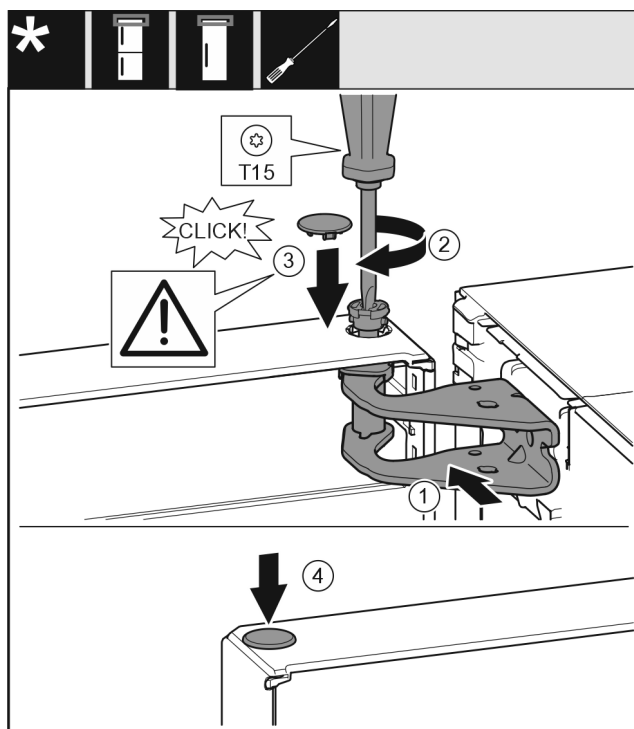

Fig. 26
- ▶ Orienter la porte en haut pour l'ouverture dans le support de palier. Fig. 26 (1)
- ▶ Insérer l'axe Fig. 26 (2) et le serrer avec un tournevis.
- ▶ Monter le cache de fixation Fig. 26 (3) pour sécuriser la porte : mettre le cache de fixation en place et vérifier qu'il repose bien sur la porte. Sinon, insérer complètement l'axe.
- ▶ Mettre le cache Fig. 26 (4) en place.